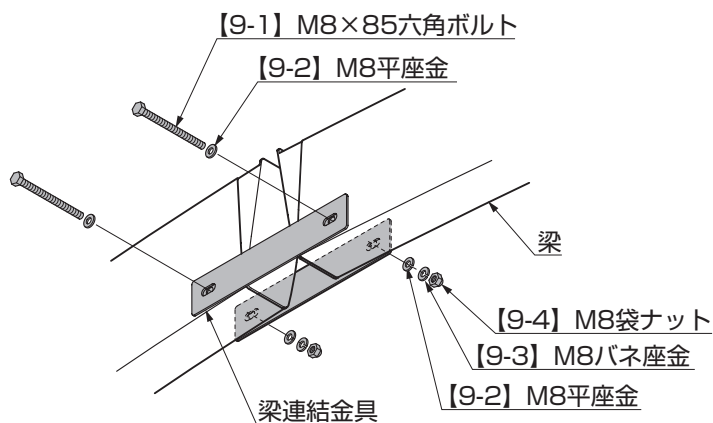

図2-1
- ①柱、梁を組立てて建て込み、梁のプッシュボタンを外した後、梁と梁を梁連結金具で接続してください。(図2-1参照)